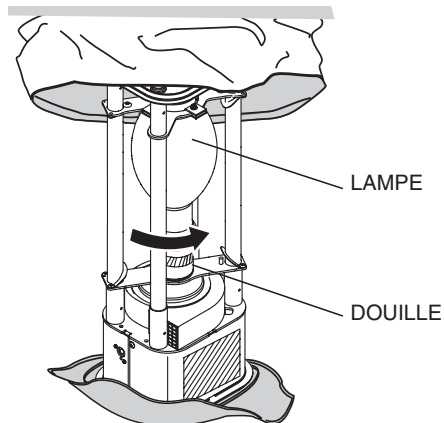

Figure 40. Installation de la lampe
9. Installer la lampe de rechange (Figure 40) dans la douille de la lampe et faire tourner la lampe dans le sens horaire jusqu'à ce qu'elle s'arrête. Appuyer sur les languettes du support de la lampe et abaisser le support lentement pour fixer la lampe en place.